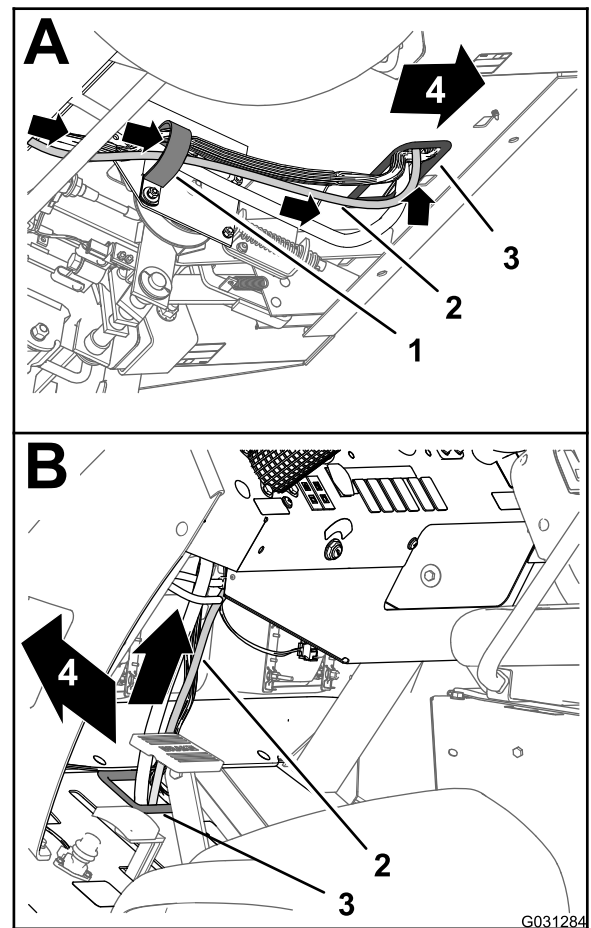

Bild 142
3. Verlegen Sie den 220-cm-Zweig des Datenkabelbaums nach vorne und durch die Scheibe, die das Loch in der Bodenplatte umgibt (Bild 142).
4. Verlegen Sie den 220-cm-Zweig des Datenkabelbaums nach oben und entlang des vorderen Kabelbaums der Maschine (Bild 142).